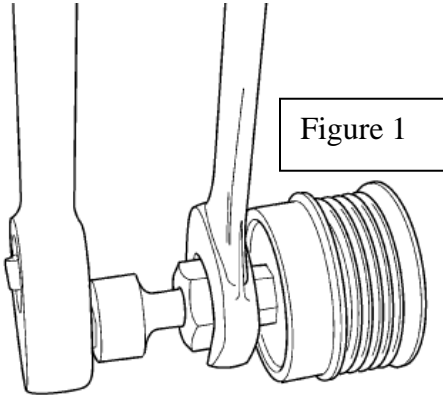

Figure 1
5. Engage the proper OAD install/remove tool (for a complete list of installation tools go to [www.litensOAD.com](http://www.litensOAD.com)) into the OAD and alternator shaft. Figure 1.
9. Engage the proper OAD install/remove tool into the OAD and the alternator shaft. Figure 1
5. Engager l'outil d'installation/désinstallation de découpleur adéquat dans le découpleur d'alternateur en roue libre et l'axe d'alternateur. Figure 1 ([www.litensOAD.com](http://www.litensOAD.com))
9. Engager l'outil d'installation/désinstallation de découpleur adéquat dans le découpleur et l'axe d'alternateur. Figure 1